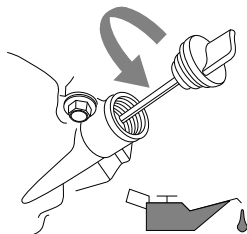

Figure 4-1. Plein d'huile moteur
3. Voir la Figure 4-1. Retirez le bouchon de remplissage d'huile et essuyez la jauge.